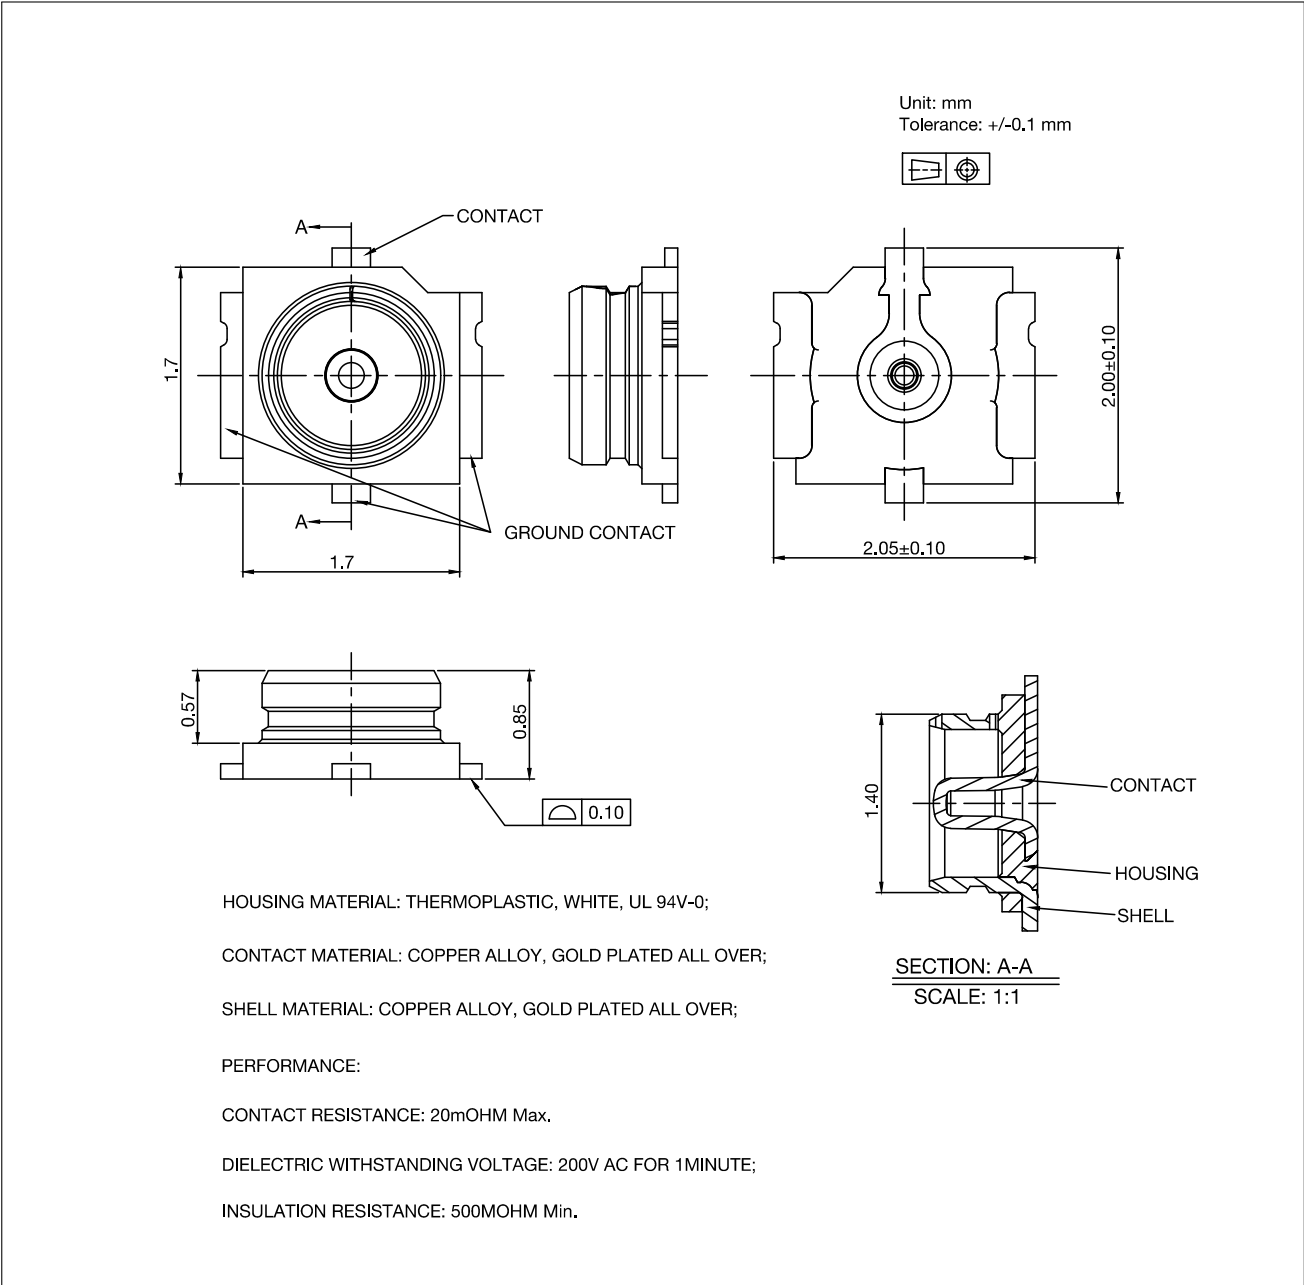

图 10-3. 外部天线连接器尺寸图
ESP32-C3-MINI-1U 采用图 10-3 外部天线连接器尺寸图 所示的第三代外部天线连接器，该连接器兼容：
- 接口规格与模组天线连接器接口匹配，参考图 10-3 外部天线连接器尺寸图